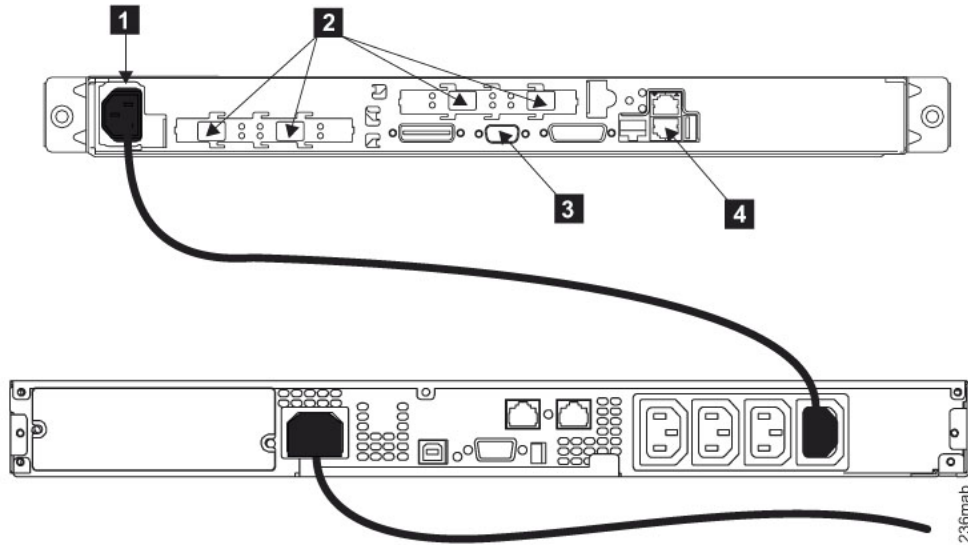

图 1. SAN Volume Controller 和 UPS 5115 的电源线和信号插座
2. 确保将电源线插入 UPS 5115 的负载段插座。同时确保电源线另一端从 UPS 5115 连接至机架中的分配点。图 1 显示了 SAN Volume Controller 和 UPS 5115 的接口。电源线接头如图中 **1** 所示。